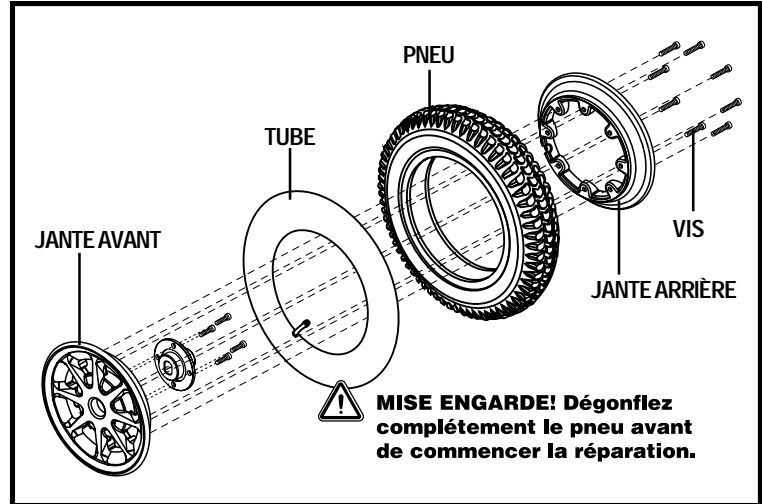

Figure 33. Roue motrice démontée
6. Retirez les vis qui retiennent les deux jantes ensemble. Voir la figure 33.